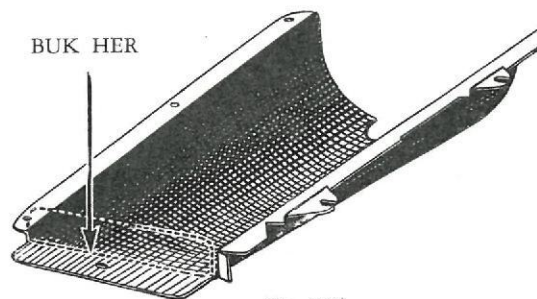

Fig. 296.
29. Forinden Oliebakkerne monteres, bukkes Enden af begge Bakker som vist i Fig. 296. Vær sikker paa, at Kanten, som blev bukket, gaar fri af forreste Tværvange.